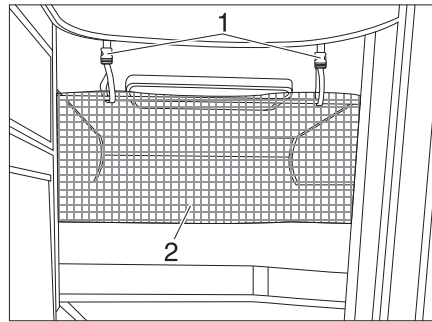

Bild 160 Skyddsnet
Skyddsnetet är standard (Bild 160,2). Det ligger mellan madrassen och ribbotten. Skyddsnetet ska först monteras när personen som ska sova där befinner sig i sängen.
- Haka fast fästbanden (Bild 160,1) i hållarna i taket.